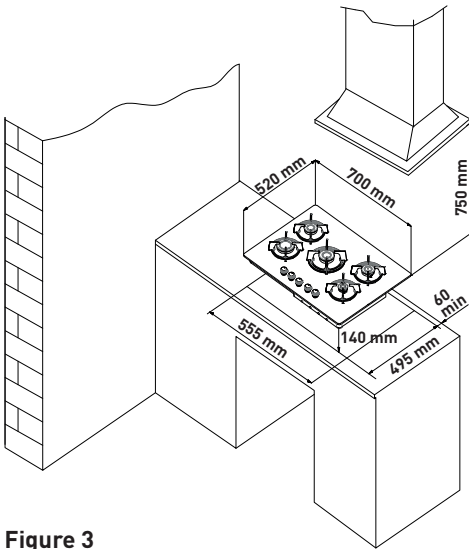

Figure 3
- Les autres dimensions à respecter sont indiquées dans la figure ci-après (Fig. 3).